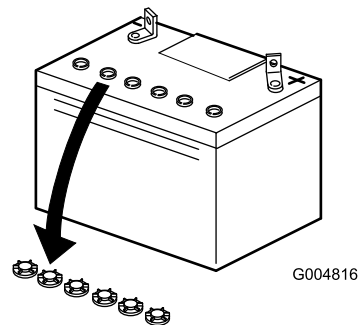

Bild 3
3. Fjern ventilationshætterne fra batteriet (Bild 3).